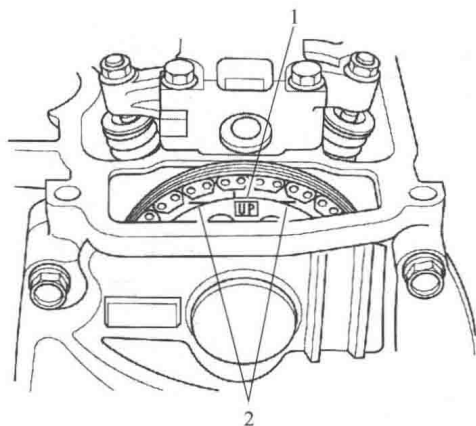

图 1-1-1
- (1) 拆下发动机最上面的气缸盖罩。
- (2) 使1号活塞在上止点(TDC)位置。凸轮轴链轮上的“UP”标记1应在顶部,并且凸轮轴链轮上的TDC凹槽2应与气缸盖的顶部边缘对准,如图1-1-1所示。